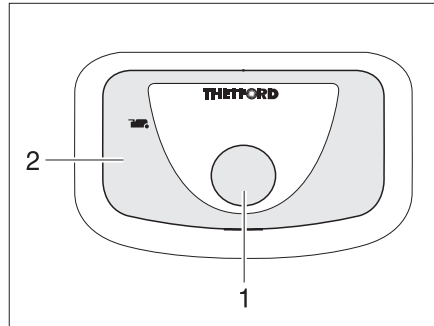

Fig. 151 Bouton pour la chasse d'eau/
- Pour actionner la chasse d'eau, appuyer sur le bouton bleu (Fig. 151,1).
Le voyant de contrôle (Fig. 151,2) s'allume lorsque la cassette Thetford doit être vidée.
- ▷ Après la vidange du réservoir d'eau, actionner plusieurs fois le bouton de chasse bleu (Fig. 151,1) jusqu'à ce qu'il ne sorte plus d'eau du réservoir de chasse.